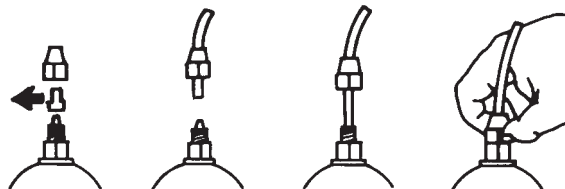

Fig. 7
- e.- Verwijder de beschermingskapjes onder de twee nippels. Schuif de leidingen rechtstandig over de leidingaansluiting, en klem ze vast met de leidingnippels. (fig.7)